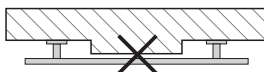

Рис. 8
4.8. Запрещается устанавливать дизайн-радиатор так, чтобы уменьшалось расстояние зазора между нагревательной панелью и стеной (рис. 8).